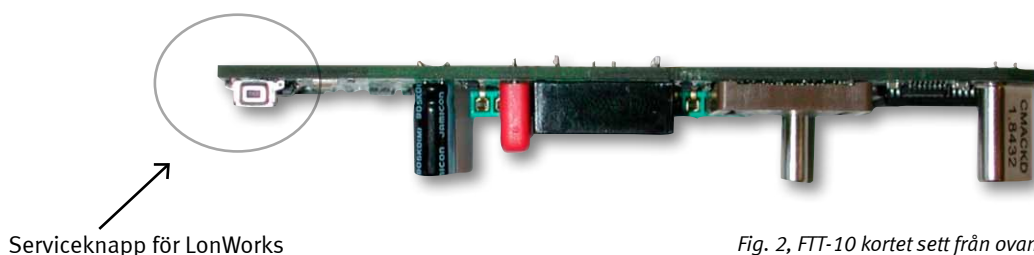

Fig. 2, FTT-10 kortet sett från ovan
9. Tryck in serviceknappen på FC10-kortet, se Fig. 2. Installationsprogrammet kommer att identifiera kortet som en LonWorks-nod, och "LD1" ska sluta att blinka och istället lysa med fast sken.